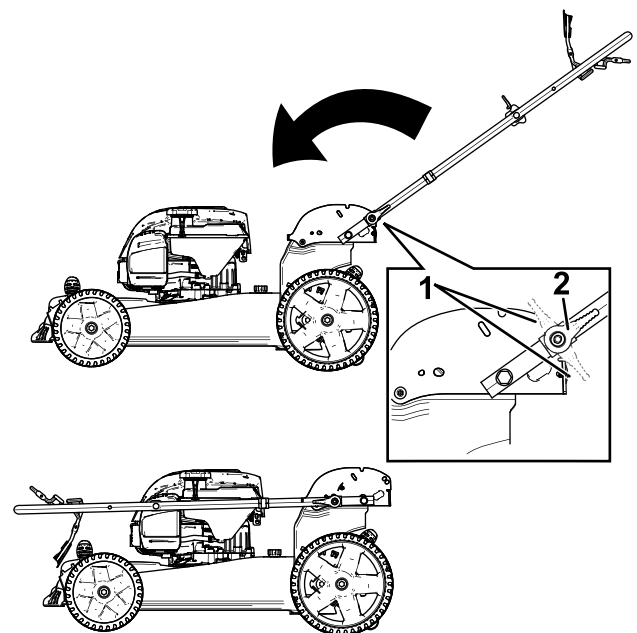

Figura 24
3. Abra las palancas de bloqueo del manillar (Figura 24).
4. Pliegue el manillar completamente hacia adelante (Figura 24).